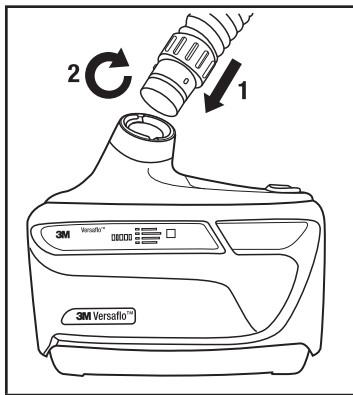

Fig. 13 – Instalando a traqueia
1. Insira a extremidade da traqueia com o encaixe da baioneta (dois pinos pequenos) nas fendas paralelas na saída de ar do motor/ventilador (Fig. 13).